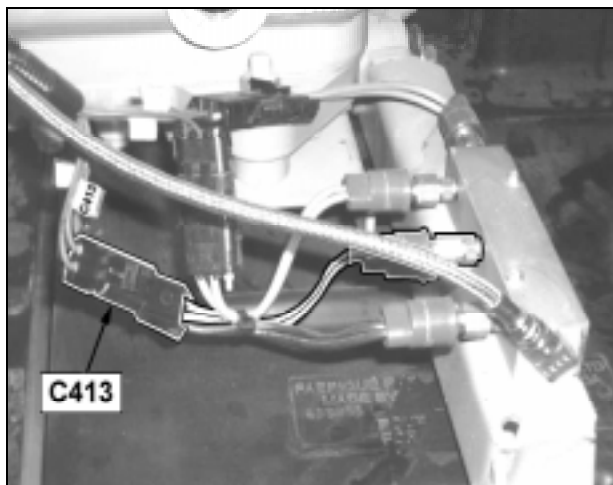

FIGURE 5: CONNEXION ORIGINALE.
- Déconnecter la prise #C413 (Fig. 5) du commutateur existant actionnant le délestage du compresseur en haute pression. Déconnecter aussi la prise #132 du commutateur existant monté directement sur le compresseur.